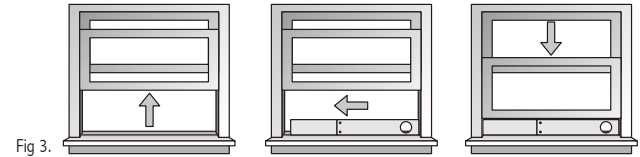

Fig 3.
C. Instalar el Juego Corredizo para ventana: Fig. 3
1. Abra la ventana y ponga el Juego Corredizo para Ventana (1) dentro de la orilla de la ventana.